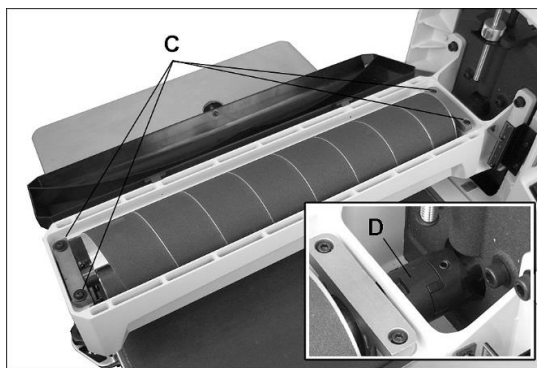

Рис. 9-2: извлечение барабана
2. Открутите четыре винта с внутр. шестигранником (С, Рис. 9-2).
3. Осторожно извлеките барабан с подсоединенной к нему муфтой (D).